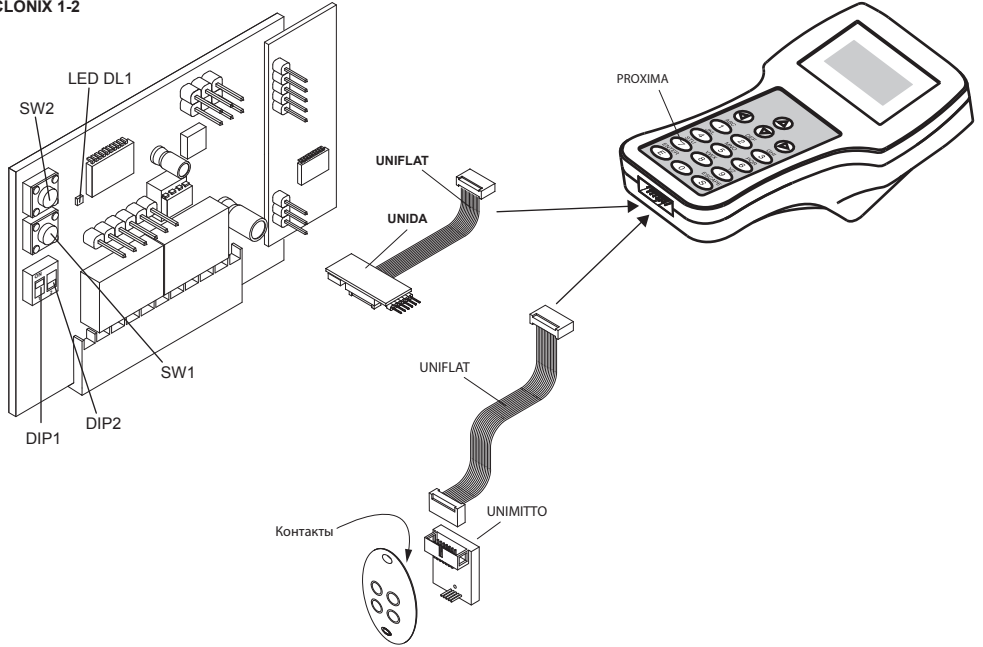

Рис. 4
- a) Нажмите две кнопки (Рис.4) на запомненном передатчике.